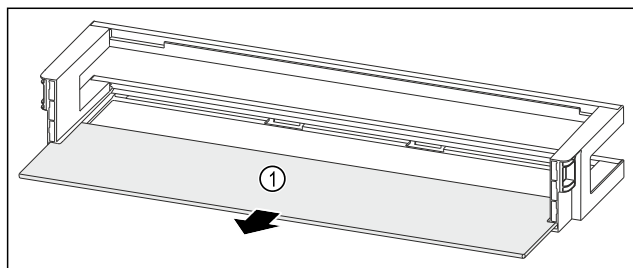

Fig. 222 Balconnet de contre-porte avec tablette de rangement
- Retirer la tablette de rangement Fig. 222 (1).